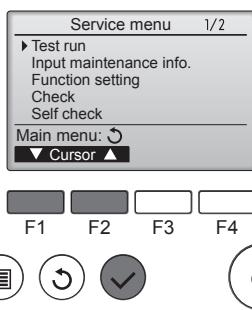

Fig. 6-3
- ③ Selecteer "Test run" (Proefdraaien) met de toets [F1] of [F2] en druk op de toets (2). (Fig. 6-3)